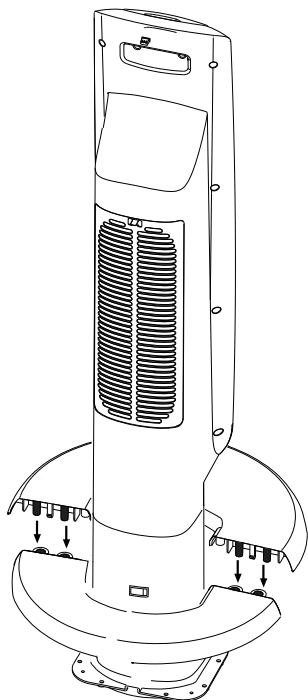

Fig. 1
1. Appliquez la base de l'appareil sur le corps en introduisant les chevilles dans les sièges prévus (voir figure 1)